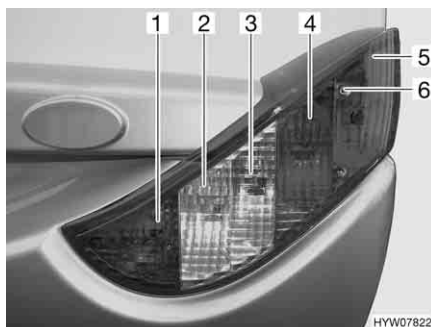

Fig. 108 Luci posteriori (lato anteriore)
- Svitare le tre viti ad esagono cavo (Fig. 108,6).